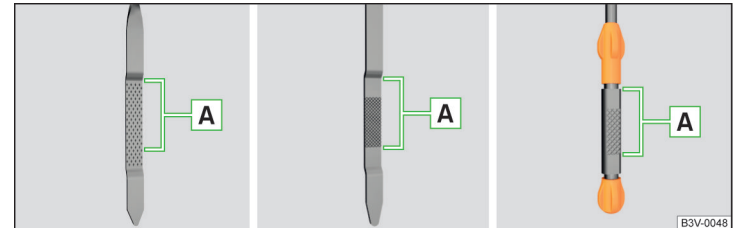

Abb. 318 Ölmesstabvarianten
Der Ölstand muss im Bereich **A** liegen » Abb. 318. Liegt der Ölstand unterhalb des Bereichs **A**, das Öl nachfüllen.
- Der Ölstand darf keinesfalls außerhalb des Bereichs **A** liegen » Abb. 318 - anderenfalls besteht die Gefahr der Beschädigung des Motors sowie der Abgasanlage.